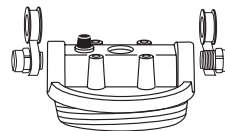

Figura 5
6. Envuelva con cinta de Teflon® (2 1/2 vueltas) alrededor del accesorio de 3/8" en el sentido de las manecillas del reloj y asegúrela contra la cabeza del filtro (ver Figura 5). No utilice sellador para tubos (acetato), puesto que los solventes de algunos tipos de acetatos para tubos podrían hacer que se dañen los accesorios plásticos.